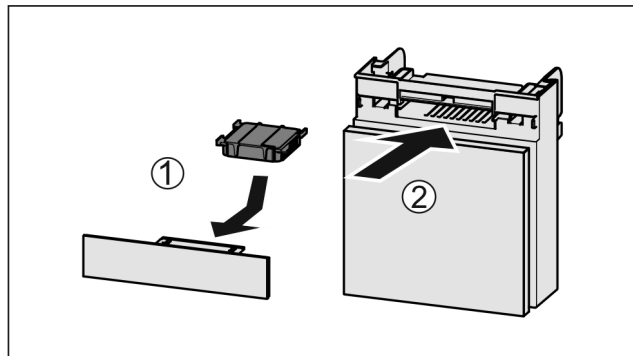

Fig. 169
- Filtr s aktivním uhlím vložte podle vyobrazení Fig. 169 (1).
- Zásuvku zasuňte Fig. 169 (2).